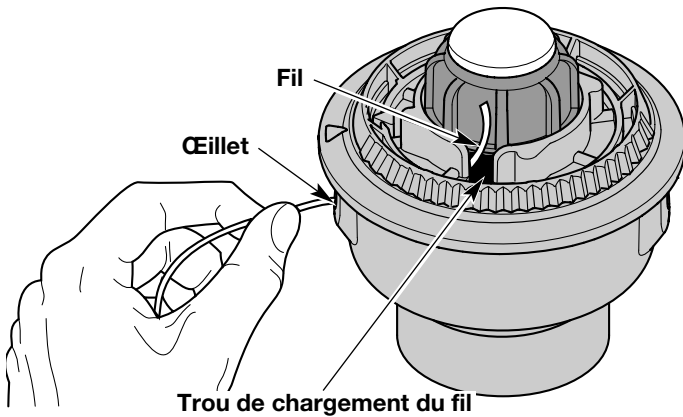

Fig. 16
3. Tirez le vieux fil des trous de chargement et de blocage du fil (Fig. 16 et 17).
4. Insérez un morceau de fil dans l'un des deux œillets de la bobine extérieure. Enfoncez-le dans le trou de chargement du moulinet intérieur (Fig. 16). Ne pliez pas le fil en l'insérant dans l'œillet.